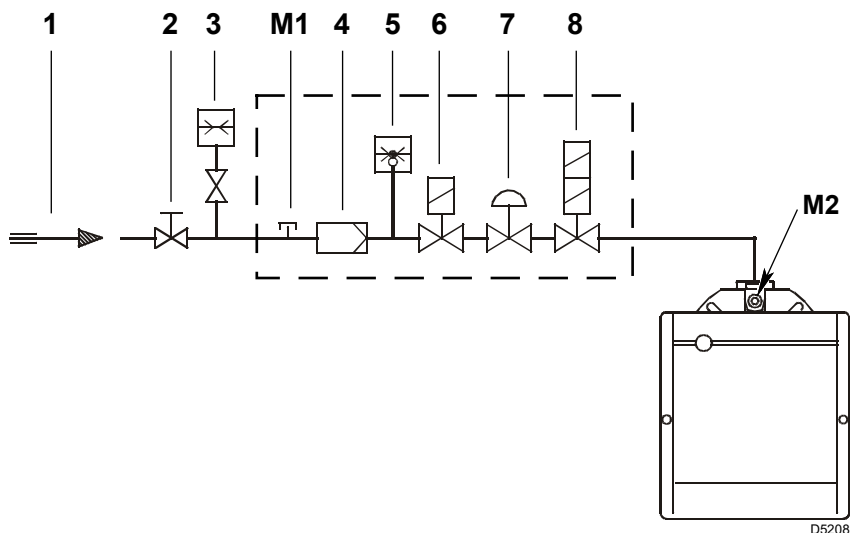

Abb. 16
Zeichenerklärung (Abb. 16)
Gasdruck, gemessen am Anschluss M2)(Abb. 16 auf Seite 18) unter folgenden Bedingungen:
- vom Gasdruck am Anschluss M2)(Abb. 16 auf Seite 18) den Druck in der Brennkammer abziehen.
Gasdruck am Anschluss M2)(Abb. 16 auf Seite 18) = 10 mbar
Um stattdessen den am Anschluss M2)(Abb. 16 auf Seite 18) notwendigen Gasdruck zu ermitteln, nachdem die höchste Modulationsleistung festgelegt wurde, bei der Brenner arbeiten soll:
- Rechts, in Spalte 1, den Druck am Anschluss M2)(Abb. 16 auf Seite 18) ablesen.
Am Anschluss M2)(Abb. 16 auf Seite 18) erforderlicher Druck.